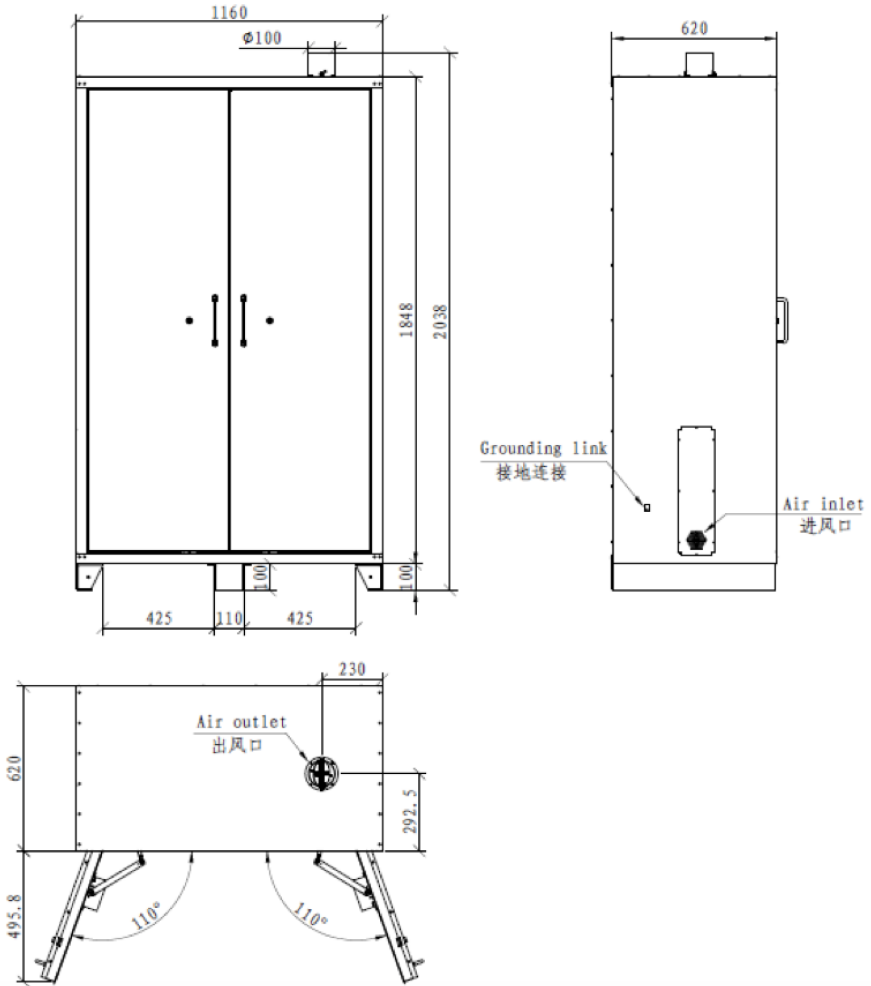

图 1 (picture 1)
1. 按照图 1 确认产品外形尺寸 (mm) 和功能点位, 选用合适的工具来搬运到适合放置的区域; 1.